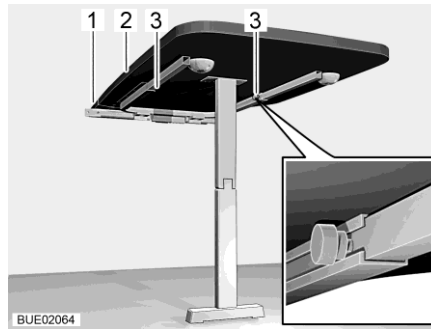

Bild 134 Hängetisch mit Gelenkstützfuß
- Zwei Rändelschrauben (Bild 134,3) lösen.
- Tischplatte (Bild 134,2) vorn leicht anheben und bis zum Anschlag herausziehen. Die Tischverlängerung ist jetzt ganz ausgezogen.
- Tischplattenverlängerung (Bild 134,1) in Tischverlängerung einlegen.
- Tischplatte (Bild 134,2) vorn leicht anheben und herausziehen.
- Tischplattenverlängerung (Bild 134,1) abnehmen und sicher verstauen.